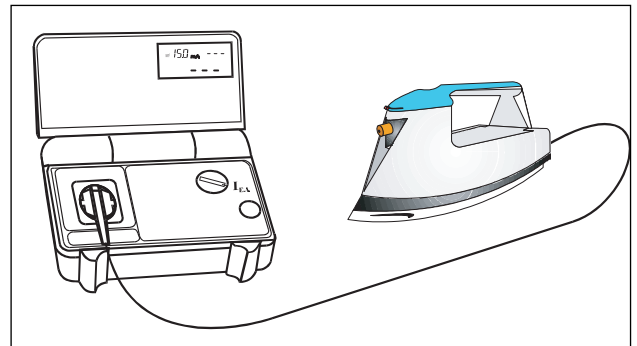

Abb.7.21
- Den Prüfling mit der Prüf-/Netzsteckdose des UNITEST MACHINEmaster verbinden (siehe Abb. 7.21) und Prüfling einschalten.